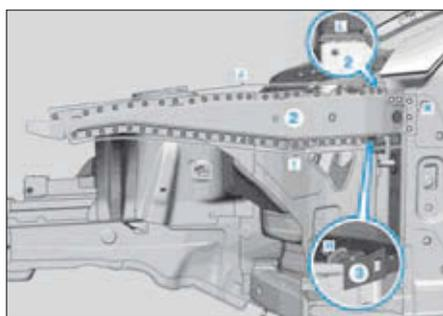

FIG. 10
- Déposer la partie inférieure avant du doublure d'aile avant (1).
- Dépointer les points de soudure sur la partie supérieure avant du doublure d'aile avant (2) et sur la fixation de l'aile (3) dans les zones (H, I, J et K) (Fig.10).
- Déposer la fixation de l'aile (3).
- Percer des points de soudure de Ø 6 mm dans la zone (K).
- Découper la partie supérieure avant du doublure d'aile avant (2) en suivant la ligne de découpe dans la zone (L).